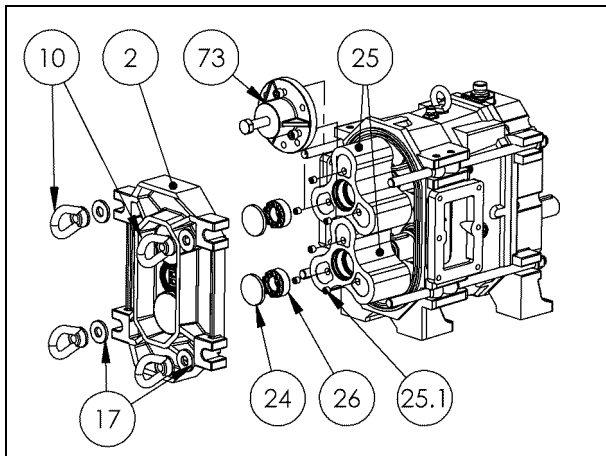

Fig. 16-2. Smontaggio coperchio posteriore e lobi.
2. Allentare i 4 golfari ad occhio allungato (P. 10) che si trovano nel coperchio (P. 2); asportare il coperchio e, quindi, pulirlo (Fig. 16-2);
4. Estrarre, svitando, i n°3 grani salvafiletto (P. 25.1) che si trovano nella parte visiva dei lobi, usando una chiave a brugola da 6mm (Fig. 16-2);
5. Applicare al lobo l'estrattore di dotazione (P. 73) per mezzo delle 3 viti presenti, avvitandole completamente con chiave a brugola da 10mm (Fig. 16-2);
6. Con una chiave esagono incassato da 27mm avvitare la vite centrale presente nell'estrattore fino a che il lobo (P. 25) non sia completamente uscito dall'albero e corpo pompa (Fig. 16-2).